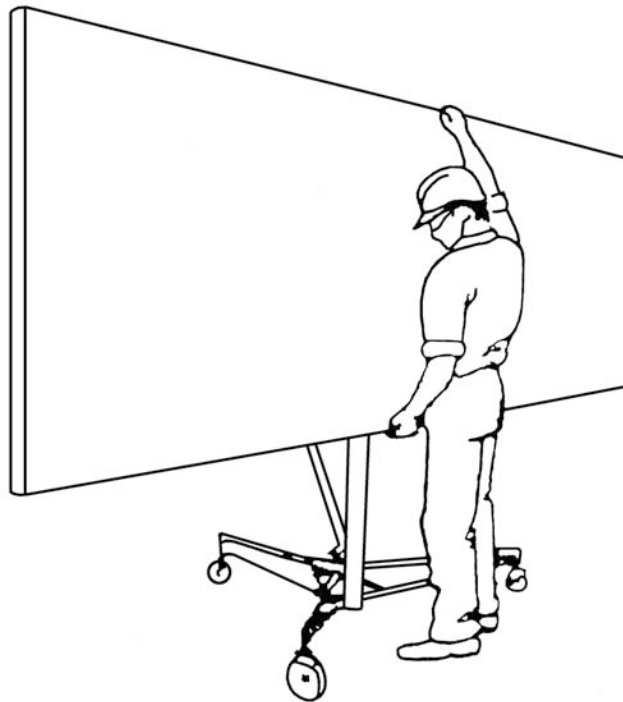

FIGURE 12
- 5) **Positionnez et tenez le panneau de gypse avec le côté en papier face au berceau.** Soulevez et positionnez le panneau de gypse sur les deux crochets de support et ensuite penchez-le soigneusement contre les bras de travers et les rallonges, voir Fig.12.